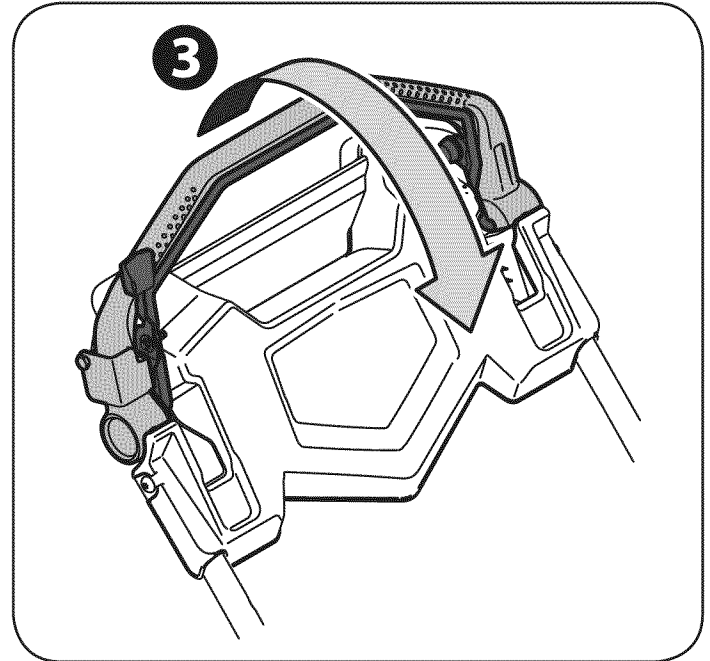

Figura 11
3. Mientras mantiene juntos los controles de la transmisión y las cuchillas, empuje el control de la transmisión hacia adelante para propulsar la cortadora. Vea la Figura 11. Cuanto más lejos se empuje el control hacia adelante, más rápido avanzará la cortadora.